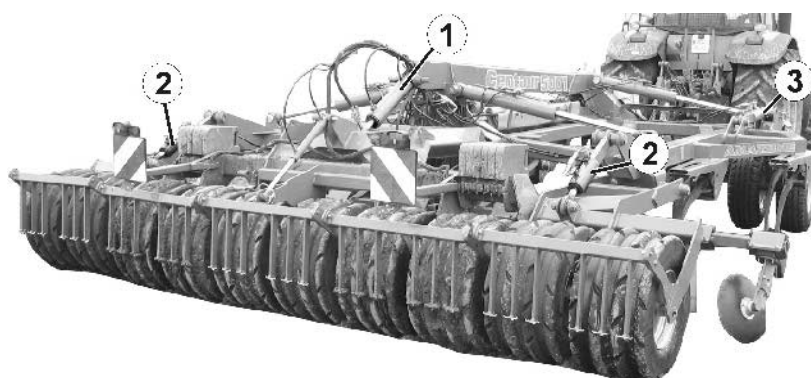

Fig. 52
- du vérin hydraulique du châssis (Fig. 52/1),
- des vérins hydrauliques des rouleaux extérieurs (Fig. 52/2) (**Centaur 4001 / 5001**),
- des vérins hydrauliques des roues de jauge ou d'appui (Fig. 52/3) (en option).